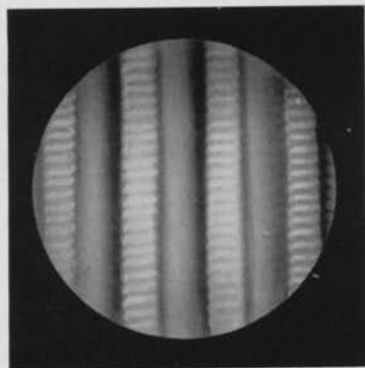
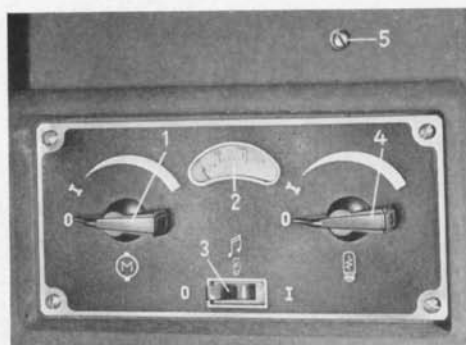

Abb. 16 Richtige Lampeneinstellung
Abb. 22
Geringe Maßabweichungen der Projektionslampen machen es nötig, daß zur Erzielung der höchst möglichen Lichtausbeute jede neue Lampe zu Konsensor und Spiegel ausgerichtet wird. Dazu bedient man sich der im Geräte-Innern eingebauten Lupe. Wenn man nach Einschalten des Hauptschalters bei Stellung der Kupplung auf „0“ den Lichtabschlußschieber öffnet, befindet sich diese Lupe im Lichtweg und bildet die Glühdrähte der Lampe auf dem Bildschirm ab. Falls ein Flügel der Umlaufblende den Durchgang der Lichtstrahlen verhindert, kann er durch kurzes Drehen am Randrehknopf Abb. 18 oben, neben Traggriff, weggedreht werden. Sind im projizierten Bild zwischen den glühenden Drahtwendeln dunkle Stellen zu erkennen, dann muß die Lampe durch Drehen der Einstellschraube (Abb. 22, Pos. 5) so weit seitlich verschoben werden, bis sich gemäß Bild 16 eine lückenlos helle, den ganzen Bildkreis ausfüllende
Wie bereits gesagt, wird auch der Verstärker über den Transformator mit 110 V Wechselspannung versorgt. Die Wählscheibe, Abb. 16, Nr. 1 oder Abb. 12, Pos. 3, muß auf 110 V stehen. Nach dem Herausdrehen der Verstärker-Sicherung kann die Scheibe gedreht und der Sichtschnitt auf die entsprechende Spannung eingestellt werden. Dann wird die Sicherung wieder eingesteckt und die Sicherungskappe festgeschraubt.
2. Projektionslampe und Motor einschalten und einregulieren (Abb. 22 Pos. 4).
4. Motorkupplung einschalten (Abb. 22, Pos. 1). Bei Asynchron-Motor Drehknopf bis zum Anschlag, bei Hauptstrom-Motor soweit weiterdrehen, bis der Geschwindigkeits-Anzeiger die gewünschte Bildwechsellzahl anzeigt.
5. Tonlampe einschalten (kleiner Kippschalter Abb. 22, Pos. 3). Lichtabschlußklappe am Projektor öffnen. Lautstärke, Klangfarbe, Bildschärfe und Bildstrich kontrollieren.
ein- und ausgeschaltet. Die Schalter für die Tonlampen an den Projektoren (Bild 22, Pos. 3) müssen auf „0“ stehen. Wenn der Projektor ohne Überblendungskasten benutzt wird, kann die Tonlampe, ohne daß die Schaltung geändert werden muß, mit dem oben erwähnten Tonlampenschalter betätigt werden.